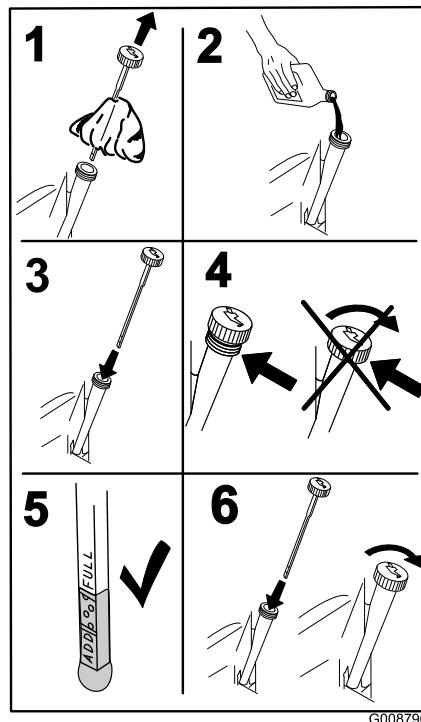

Bild 41
4. Gießen Sie langsam ungefähr 80 % der angegebenen Ölsorte in den Einfüllstutzen und füllen Sie dann vorsichtig mehr Öl ein, um den Ölstand an die **Voll**-Marke zu bringen (Bild 41).